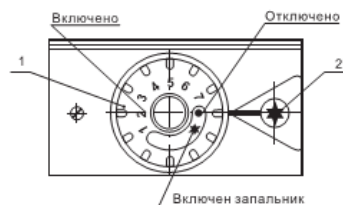

Рис.2 Блок автоматики EUROSIT
- 4.2. Блок автоматики EUROSIT (рис. 2) представляет собой электромеханическое устройство и служит для подачи газа к горелке и запальнику, пьезорозжига, регулирования температуры воды и автоматического отключения газа в таких случаях, как:
- нажимать кнопку пьезорозжига (п. 2, рис. 2), вращать ручку управления (п. 1, рис. 2) без надобности;
- ручка управления рис.2 установлена в положение «отключено» -
- поверните ручку управления 1 рис.2 в положение «включён запальник» - , Нажмите до упора ручку управления и не отпуская её в течении 10-15 секунд интенсивно нажмите на кнопку пьезорозжига до появления пламени на запальнике (пилотной горелке). После розжига запальника ручку управления необходимо держать нажатой 30-60 секунд и потом плавно отпустить. Пламя на запальнике должно гореть. При погасании пламени повторить операцию с пьезорозжигом, увеличивая время нажатия ручки управления
- ручкой управления 1 рис.2 установите необходимую температуру в котле. Контроль температуры производить по встроенному термометру 2 рис.1.